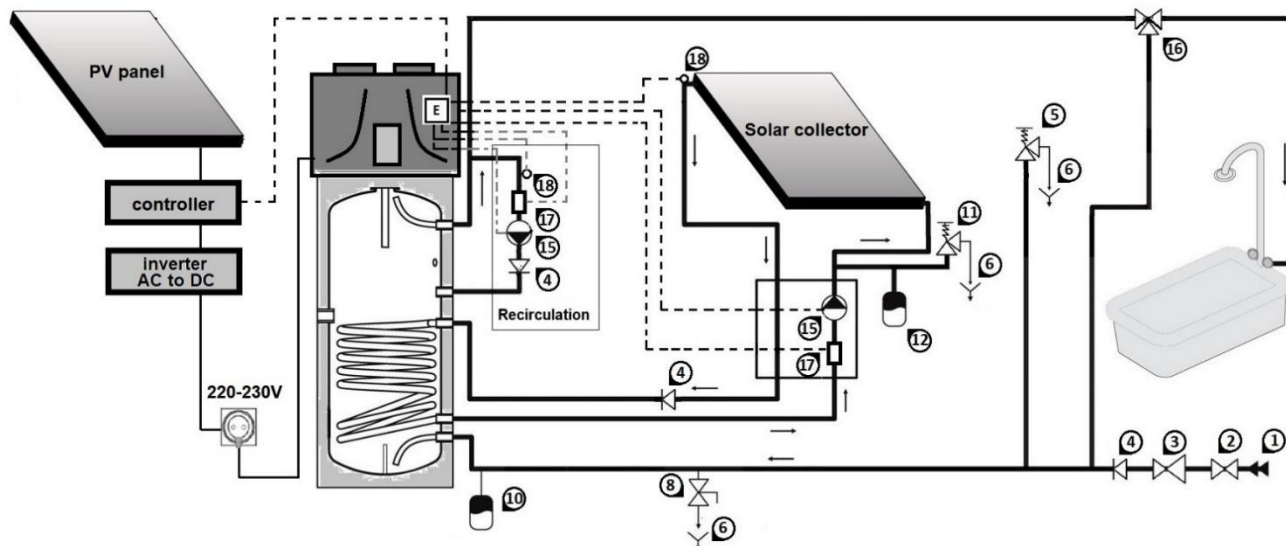
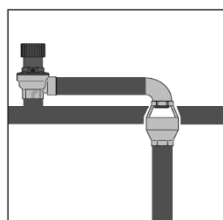

Fig. 8 Conectarea la sistemul de alimentare cu apă și la colectorul solar
Fig.8a
Următoarea ilustrație (Fig. 8) prezintă un exemplu de conexiune la alimentarea cu apă.
- Instalatorul de sistem trebuie să instaleze o supapă de siguranță de 8 bari pe conducta de intrare a apei reci (Fig. 8).
NOTĂ: Supapa de siguranță trebuie să fie deschisă manual în mod regulat pentru a preveni acumularea de calcar și / sau blocaje (Fig. 8).
NOTĂ: Conducta de scurgere 6 (Fig. 8), a supapei de siguranță, trebuie instalată cu o pantă continuă descendentă și într-un loc unde este protejat de îngheț. Utilizarea unui sifon special (Fig.8a) este obligatorie!
ATENȚIE! Pompa de căldură pentru producerea apei calde menajere este capabilă să încălzească apa la peste 65 ° C. Pentru protecția împotriva arderii, se recomandă instalarea unui mixer termostatic automat 16 (Fig. 8) la ieșirea apei calde
Umpleți rezervorul de apă deschizând robinetul de admisie 2 (Fig. 8) și robinetul de apă caldă din baia dumneavoastră.